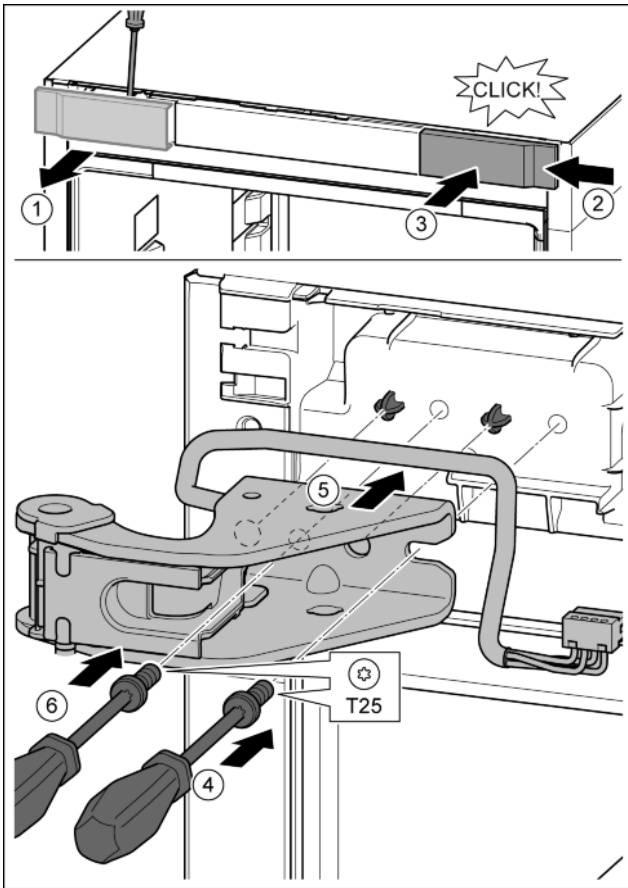

Fig. 25
- ▶ Крышку отсоединить с помощью отвертки и убрать в сторону. Fig. 25 (1)
- ▶ Навесить крышку, повернув ее на 180°, справа с другой стороны. Fig. 25 (2)
- ▶ Крышку зафиксировать. Fig. 25 (3)
- ▶ Установить винт отверткой T25. Fig. 25 (4)
- ▶ Установить верхний опорный кронштейн. Fig. 25 (5)
- ▶ Затянуть винт. Fig. 25 (4)
- ▶ Вставить и затянуть винт отверткой T25. Fig. 25 (6)